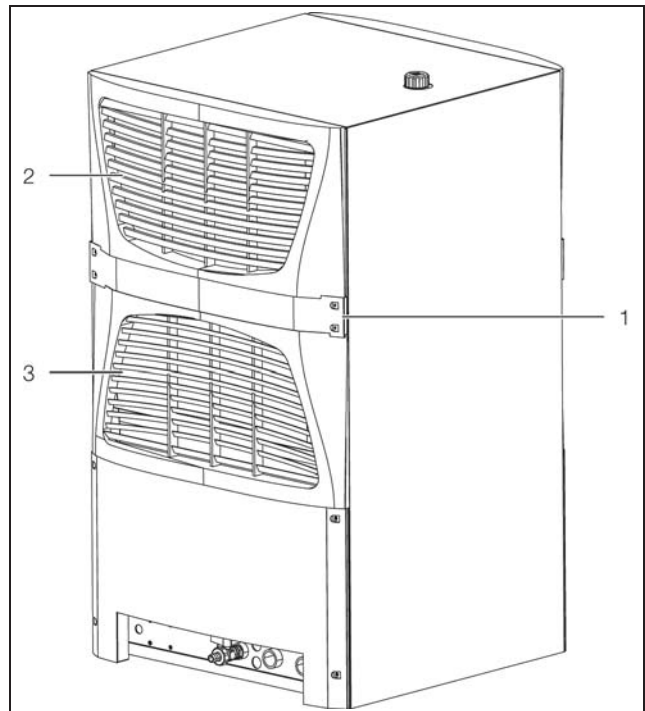

Abb. 50: Filtermatte einbauen (3334.660)
- Demontieren Sie den Gürtel (Abb. 50, Pos. 1). Drehen Sie dazu die Schrauben heraus.
- Ziehen Sie das obere (Abb. 50, Pos. 2) und untere (Abb. 50, Pos. 3) Lamellengitter an der Rückseite des Chillers (Luft einlass) vom Gehäuse ab.